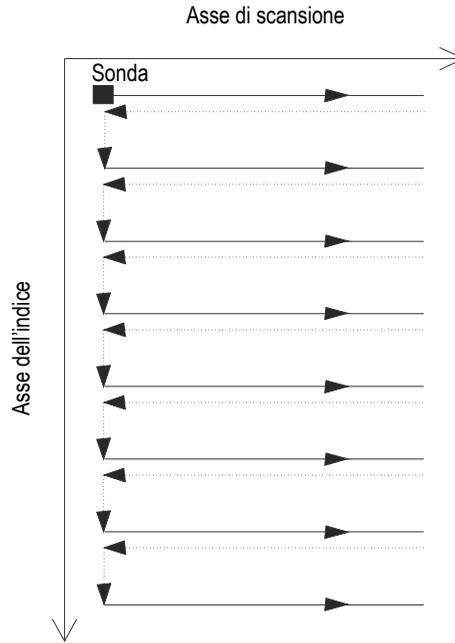

Figura 5-6 Scansione di superficie Unidirezionale
Una scansione di superficie si avvale di due assi: (1) l'asse di scansione, che rappresenta l'asse meccanico delle linee di scansione e (2) l'asse dell'indice che rappresenta l'asse meccanico di movimento tra le linee di scansione. Alla fine di ogni scansione lungo l'asse di scansione viene aggiunto un incremento. L'acquisizione dei dati per le scansioni unidirezionali viene eseguita solo in una direzione lungo l'asse di scansione, come illustrato nella Figura 5-6 a pagina 167. Questo tipo di scansione è in genere usato con meccanismi di scansione che hanno un gioco nella direzione di scansione.